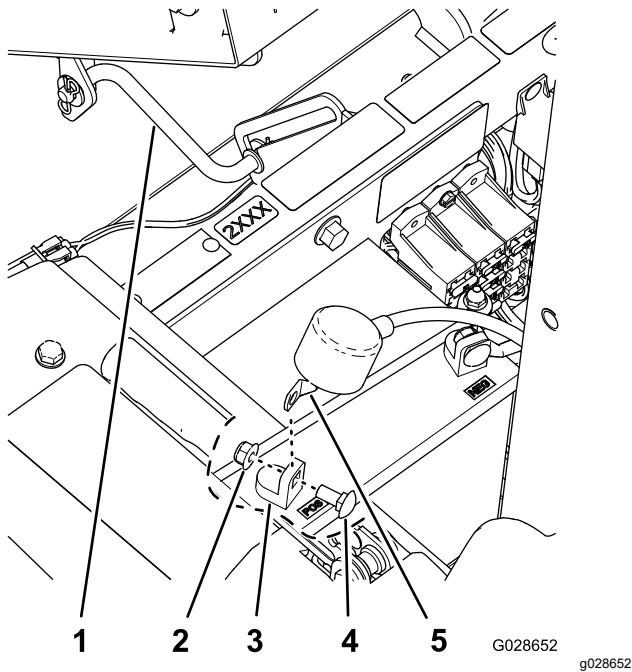

Figura 28
1. Inclinete il sedile dell'operatore in avanti e fissatelo con l'asta di supporto (Figura 28).
2. Rimuovete il dado di bloccaggio flangiato, il bullone a testa tonda e il cavo positivo della batteria dalla batteria (Figura 28).
3. Collegate il cavo positivo della batteria alla batteria (Figura 28).
4. Abbassate il sedile dell'operatore (Figura 28).